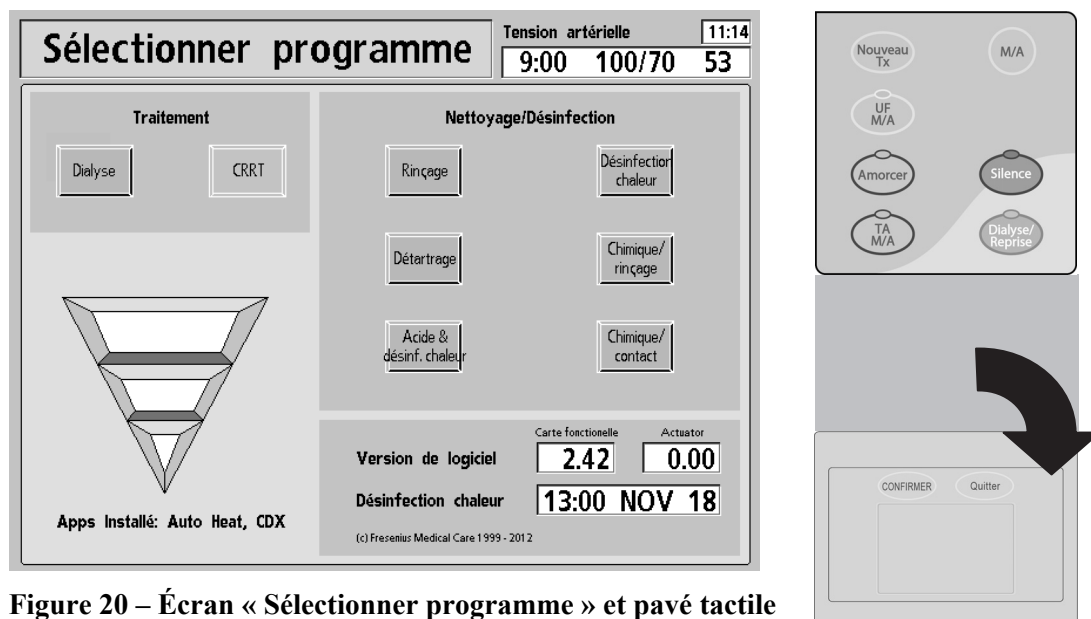

Figure 20 – Écran « Sélectionner programme » et pavé tactile
1. Appuyez sur la touche **M/A** du panneau de commande. Le moniteur affiche l'écran « Sélectionner programme » (reportez-vous à la Figure 20) au bout d'une minute environ.
Remarque : L'écran « Sélectionner programme » affiche toutes les applications logicielles supplémentaires (applis) qui sont installées dans l'appareil d'hémodialyse 2008T (reportez-vous à la Figure 20 à titre d'exemple).